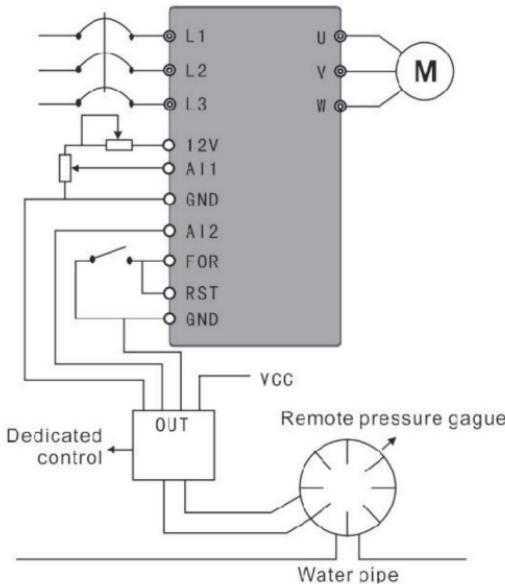

Figure F-6 Alimentation en eau à pression constante – Pression à distance
(2) Utilisez un manomètre à distance de 0 à 10 kg ; si nécessaire, utilisez un terminal externe pour contrôler le fonctionnement et l'arrêt et définissez la valeur cible via un potentiomètre. Comme indiqué dans la figure F-6.